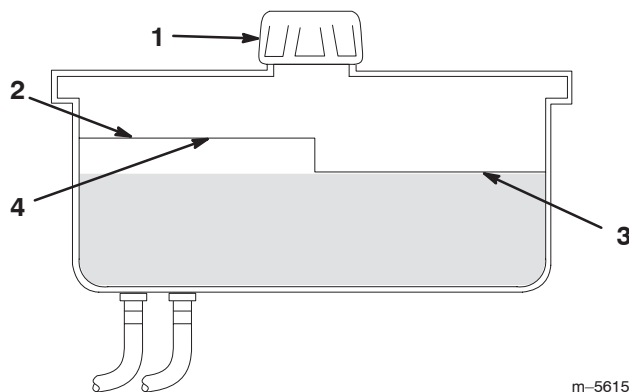

Figure 40
2. Nettoyez la surface autour du goulot de remplissage du réservoir hydraulique (Fig. 40).
3. Débouchez le goulot de remplissage et vérifiez si le réservoir contient du liquide (Fig. 40).
Remarque : Lorsque l'huile est chaude, le niveau de liquide doit atteindre le haut du repère "chaud" sur le déflecteur (Fig. 40).